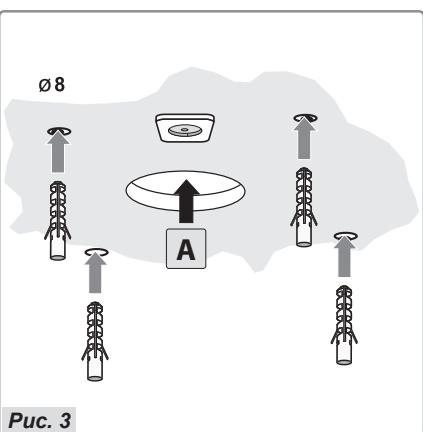

Рис. 3
- Сформируйте отверстие для выпуска воздуха А (рис. 3).